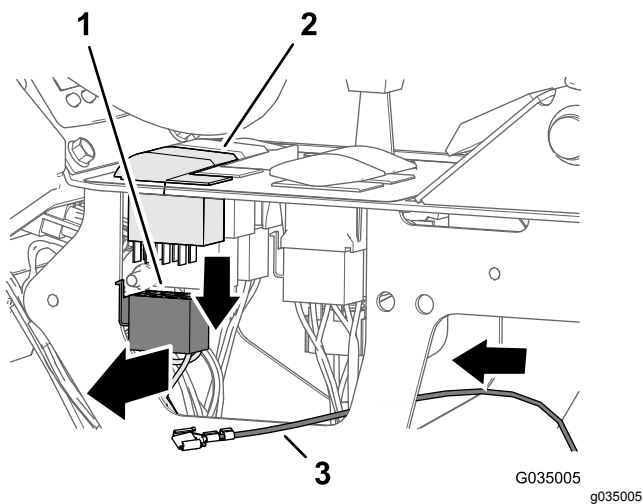

Figura 115
1. Spingete il fermo del connettore a 8 prese nell'interruttore della pompa dell'irroratrice e separate il connettore dall'interruttore (Figura 115).